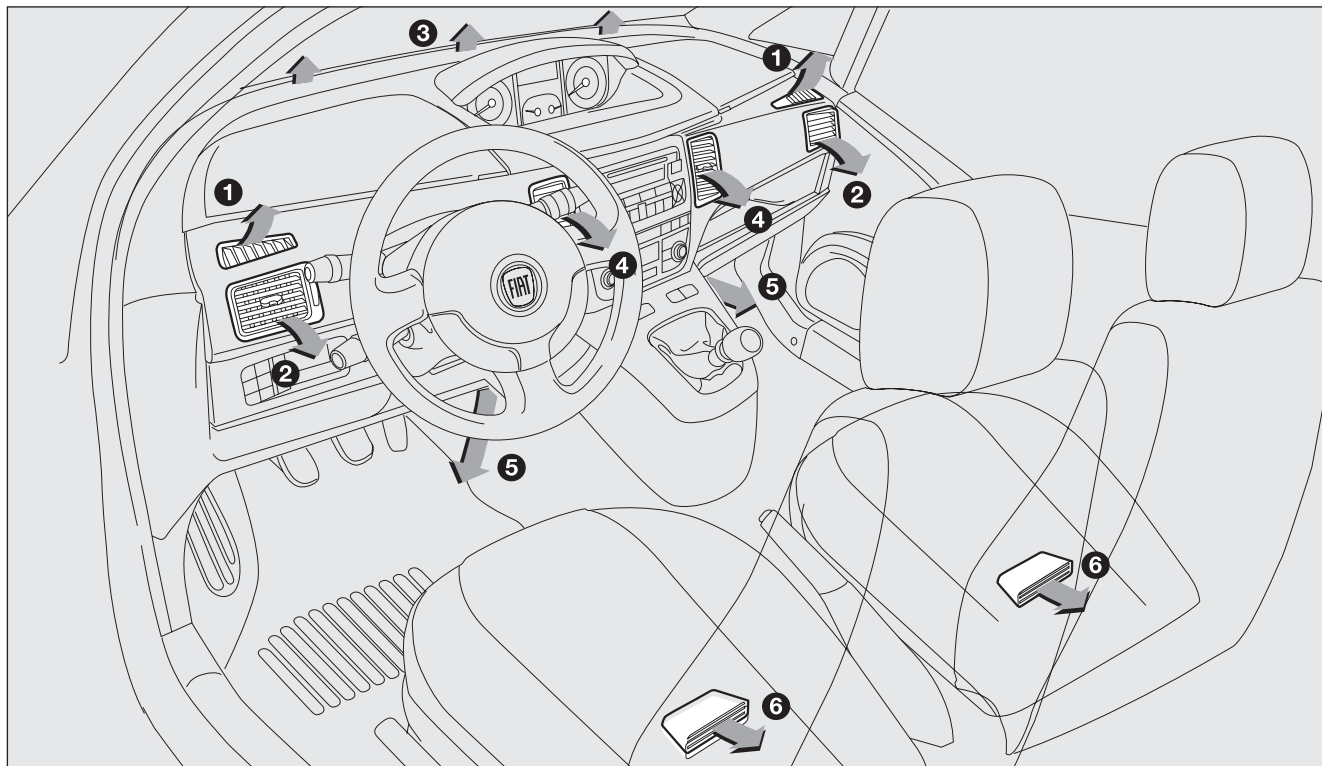

fig. 60
-  distribution d'air par les diffuseurs centraux et latéraux (2) et (4) **fig. 60**;
-  permet de distribuer l'air par les diffuseurs centraux latéraux (2) et (4) et vers le bas (5) et (6) **fig. 60** (fonction bilevel);
-  permet de distribuer l'air vers le bas (5) et (6) **fig. 60**;
-  permet de distribuer l'air vers le bas (5) et (6); et en même temps vers le pare-brise (3) **fig. 60**;
-  permet de désembuer et dégivrer le pare-brise (3) et les vitres latérales avant (1) **fig. 60**.
- ☐ ouvrir complètement les diffuseurs d'air centraux (4) et latéraux (2) **fig. 60**;
- distribution d'air par les diffuseurs centraux et les bouches latérales (2) et (4) **fig. 60**;
- permet de distribuer l'air par les diffuseurs centraux et latéraux (2) et (4) et vers le bas (5) et (6) **fig. 60** (fonction bilevel);
- permet de distribuer l'air vers le bas (5) et (6) **fig. 60**;
- permet de distribuer l'air vers le bas (5) et (6) et en même temps vers le pare-brise (3) **fig. 60**;
- permet de désembuer et dégivrer le pare-brise (3) et les vitres latérales avant (1) **fig. 60**.